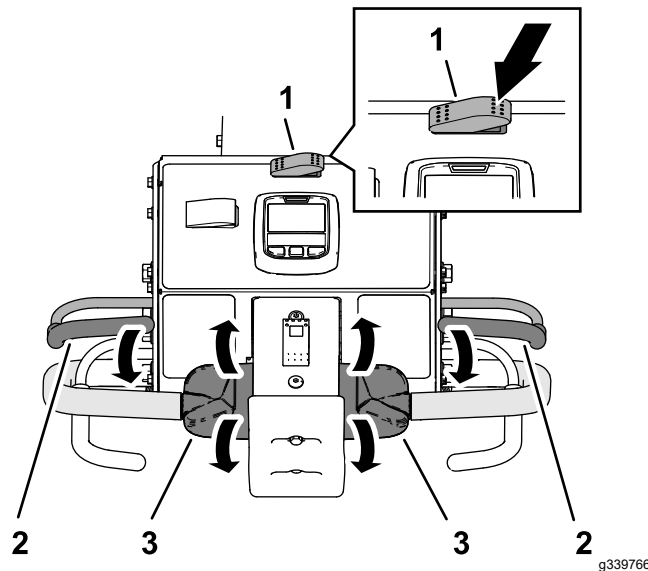

Figura 87
3. Apăsai partea dreaptă a comutatorului de transport/aerare în poziția AERARE (Figura 87).
5. Prindeți bara de ghidare din stânga sau din dreapta și maneta pentru prezența operatorului (Figura 87) și strângeți maneta spre bara de ghidare.